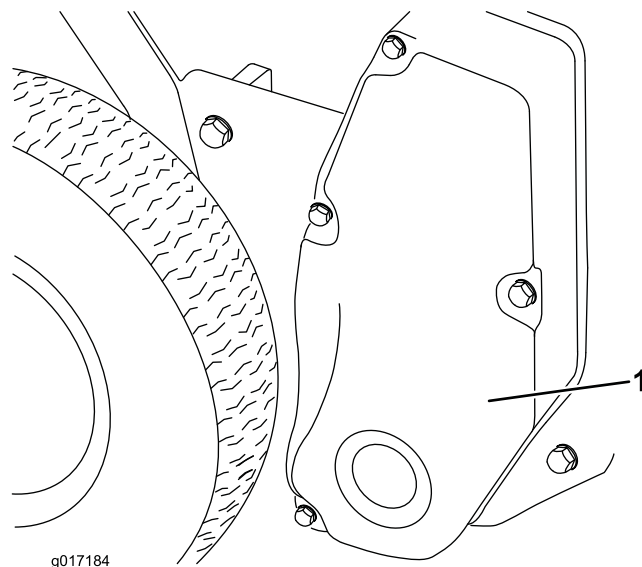

Figura 7
16. Togliete le (4) viti a testa cilindrica che fissano il carter del comando del cilindro alla piastra laterale destra e rimuovete il carter (Figura 7).